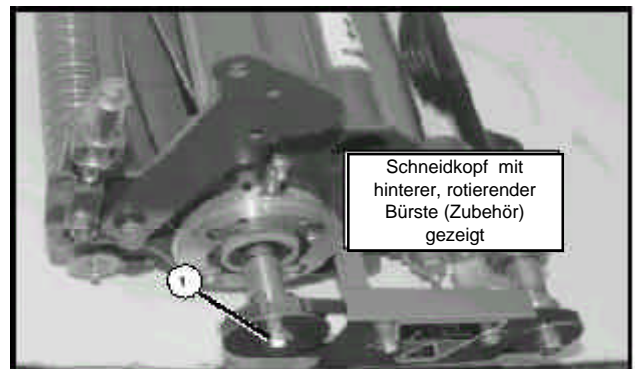

Abbildung 13
- Die Schneidtrommel **NIEMALS** durch Anschieben mit Ihren Händen oder Fingern drehen. Finger können sich zwischen der Trommel und dem Rahmen verfangen, was zu ernsthafter Verletzung führen kann. Verwenden Sie eine Knarre (Ratsche) mit einem 9/16" Steckschlüsseleinsatz am Ende der Schneidkopfswelle benutzen, um die Trommel, während der Einstellung und Überprüfung zu rotieren. (Siehe Abb. 13).